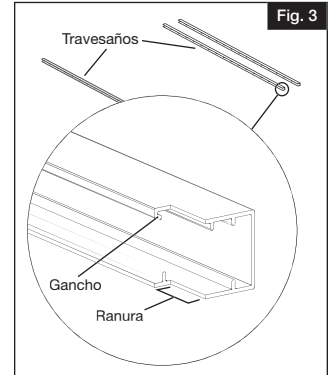

Fig. 3
- Si le queda un espacio menor a un panel completo, puede cortar el panel con una sega para que quepa en el espacio. Entalle los extremos cortados de los travesaños horizontales para que asienten en el interior del poste (Fig. 3).
Coloque los travesaños superior e inferior sobre una superficie lisa, plana y limpia. Coloque los travesaños de modo que el gancho en "J" por dentro de los travesaños se encuentra en la parte superior, con la "J" hacia abajo (Fig. 3).
- Asegúrese de colocar correctamente los ganchos en "J" como se muestra en la imagen (Fig. 3); de lo contrario, las tablas en punta no encajarán en su lugar, y el panel no estará fijo.
Excavar los primeros dos hoyos de poste. El tamaño del hoyo debe ser excavado en base a la siguiente determinación: La profundidad se determina con la medición de la línea de congelamiento local, más 15.25 cm (6 pulgadas) de grava o relleno (Fig. 3). La anchura es de 15.25 cm (6 pulgadas)
Repita la operación cavando el siguiente hoyo y rellenándolo con 15.25 cm (6 pulgadas) de grava. Luego inserte el siguiente panel en el poste previamente instalado. Coloque el siguiente poste en el hoyo excavado, y deslice el poste en los travesaños del panel tanto como se pueda (Fig. 3).